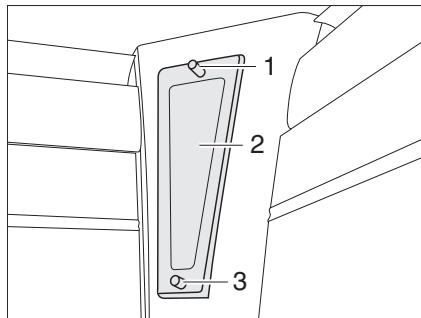

Fig. 177 Eclairage indirect
- Dévisser les vis de fixation (Fig. 177,1) du cache (Fig. 177,2).